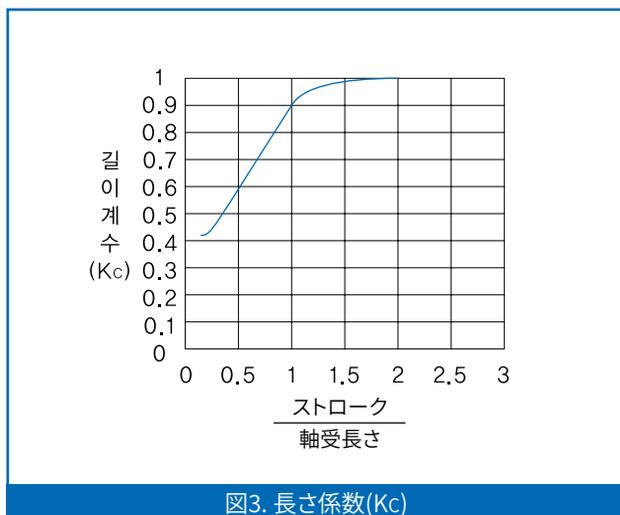

図3. 長さ係数(Kc)
- ショートストロークに適用する場合、図 3.に示すように基本静定格荷重に長さ係数( $K_c$ )を乗じて寿命を算出します。
適用するストロークが短い場合、リニアボールブッシングの寿命よりシャフトの寿命が短いです。適用するストロークが短い場合、求められる基本動定格荷重は図 3.で示したとおり、長さ係数(Kc)に比例します。